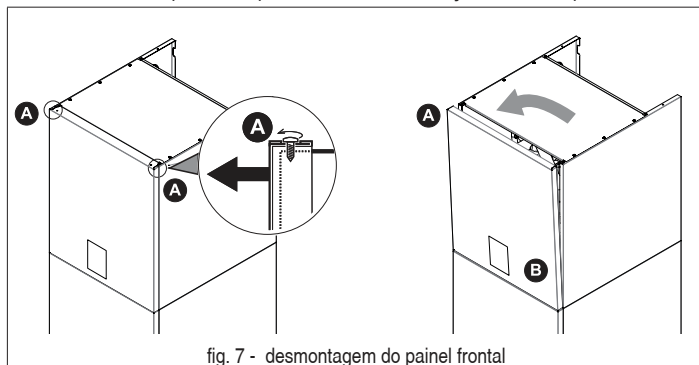

fig. 7 - desmontagem do painel frontal
- Solte parcialmente os parafusos A (ver "fig. 7 - desmontagem do painel frontal").
- Extraia o painel B e solte-o das fixações superiores (ver "fig. 7 - desmontagem do painel frontal").